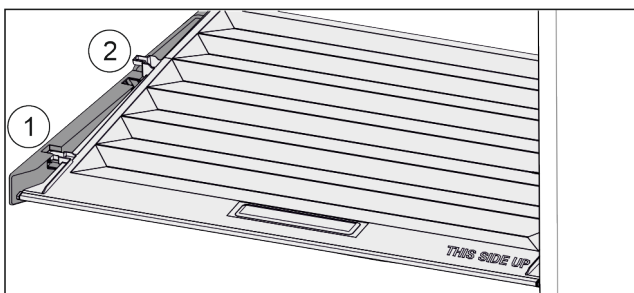

Fig. 54
- ▶ Deksel tot de opening in de vasthoud delen naar voren trekken Fig. 54 (1).
- ▶ Aan de achterkant vanaf de onderkant omhoog tillen en vanaf de bovenkant verwijderen Fig. 54 (2).